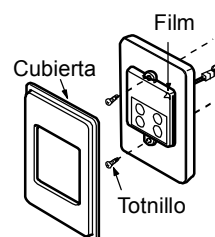

Fig. 4
6. Fije el comando remoto a la pared con los tornillos suministrados (Fig.4).